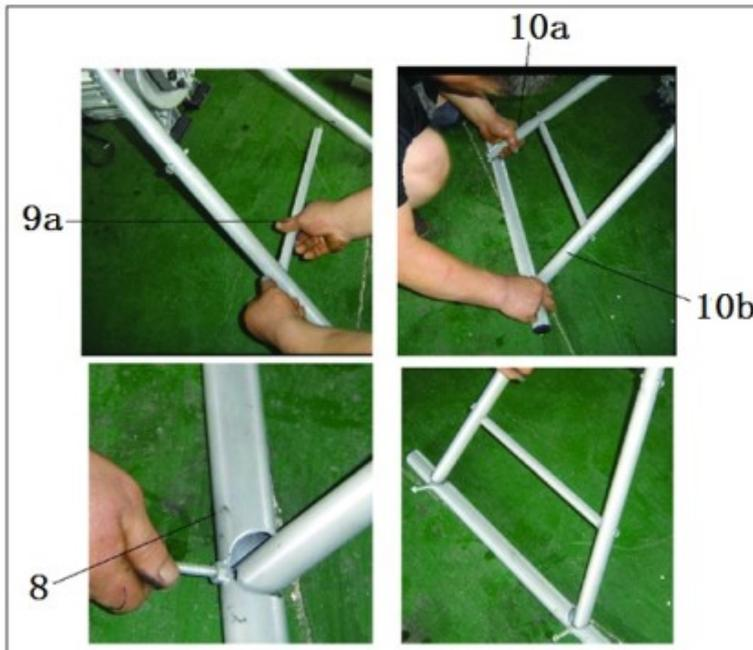

fig.3
puis assemblez le pied horizontal (8) et fixez-le au support avant (10a et 10b) à l'aide de vis (fig.3).